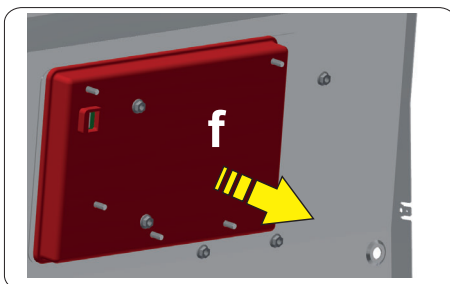

Fig. 13
- Saque la cajita de protección de plástico (posición **f** - véase **Fig. 13**).